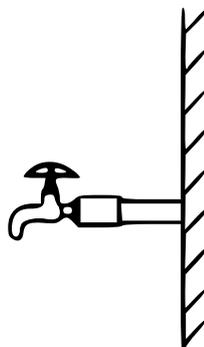
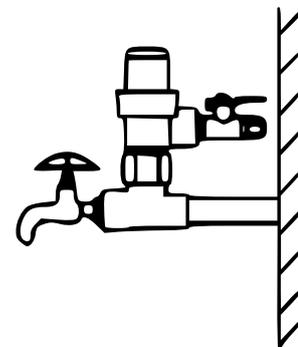

Fig. 10: Connecteur à trois voies
Fig. 12: Valve de réduction
1. Pour installer la vanne à bille, utilisez un raccord d'alimentation d'eau à trois voies (**A**), sur lequel la vanne à bille (**B**) sera fixée. Puis raccordez le robinet au raccord d'eau à trois voies (Fig. 10, 11). Si un réducteur de pression est utilisé, il doit être raccordé (Fig. 12).